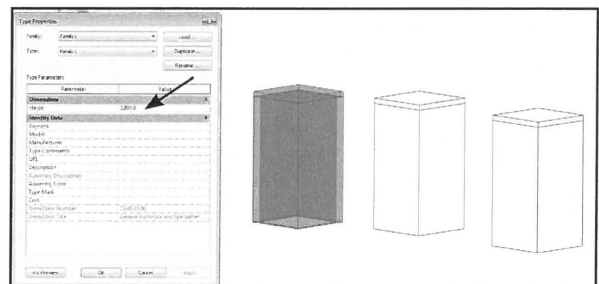

Fig. 06.30. Marker et objekt, gå i *Edit Type* i *Properties*.
- Lav højden om i *Type Properties* (Fig. 06.30), til eksempelvis 1200 mm.